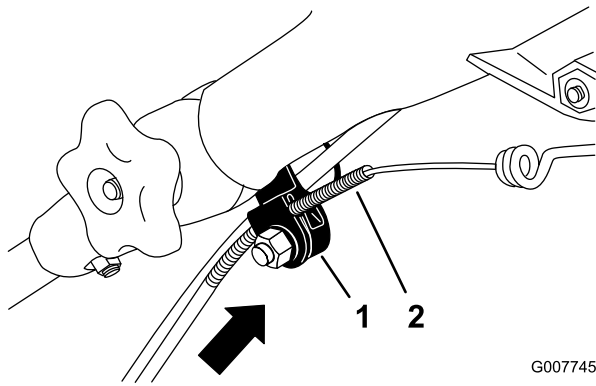

Figure 38
**Remarque:** Vous pouvez placer une règle graduée contre la face supérieure du support de câble noir et mesurer le déplacement de l'extrémité supérieure de la gaine (Figure 38).